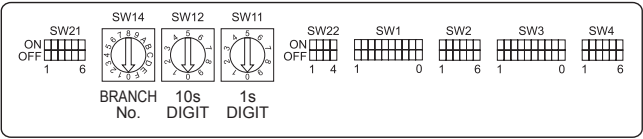

Fig. 4-9
4.5. Impostazione degli indirizzi (Fig. 4-9)
- ① Impostazione degli indirizzi
- ② SW14 - Impostazione dei numeri di diramazione (solo serie R2)